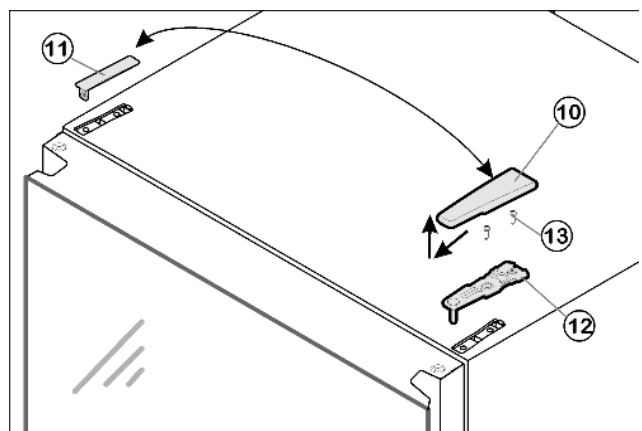

Fig. 10
- ▶ Enlever le cache Fig. 10 (10) vers l'avant et le haut.
- ▶ Retirer le cache Fig. 10 (11).
- ▶ Dévisser le support d'appui supérieur Fig. 10 (12) (2 vis Torx 25) Fig. 10 (13) et l'enlever par le haut.
- ▶ Placer le support d'appui supérieur Fig. 10 (12) sur le nouveau côté charnière de la porte.
- ▶ Visser le support d'appui supérieur Fig. 10 (12) avec un couple de serrage de 4 Nm (2 Torx 25) Fig. 10 (13). Pointer les trous de vissage ou utiliser une visseuse sans fil.
- ▶ Faire encliqueter le cache Fig. 10 (10) et le cache Fig. 10 (11) du côté opposé.